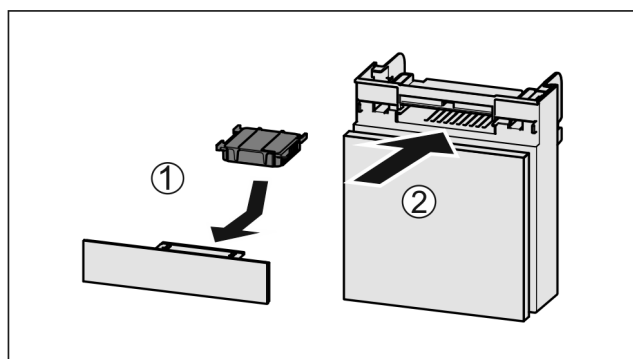

Fig. 98
- Filtr s aktivním uhlím vložte podle vyobrazení Fig. 98 (1).
- Zásuvku zasuňte Fig. 98 (2).